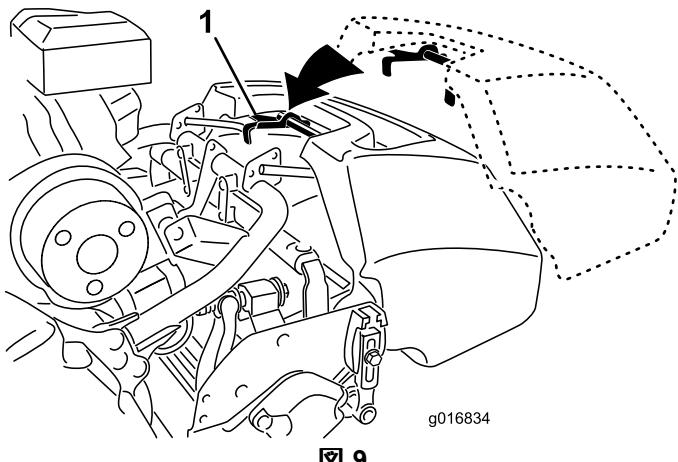

図 9
- バスケットのハンドルをつかむ図 9。
- バスケットのリップ部をカッティングユニットの左右のサイドプレートの中央部に合わせて前ローラの上にセットする図 9。
- フレームループの上からバスケットを取り付ける図 9。